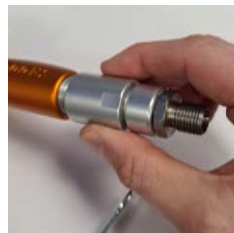

Fig.03
- 3.- Desaparafusar o encaixe giratorio da pistola da sua caixa (fig.03).